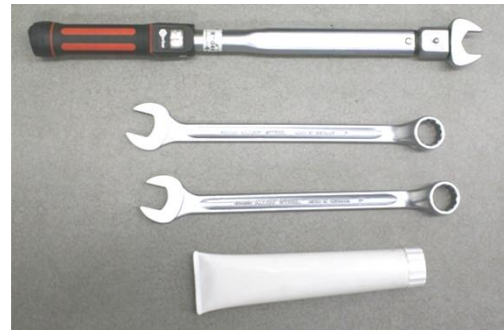

Bild 1
- Benötigtes Werkzeug und Hilfsmittel (siehe Bild 1) bereitstellen.